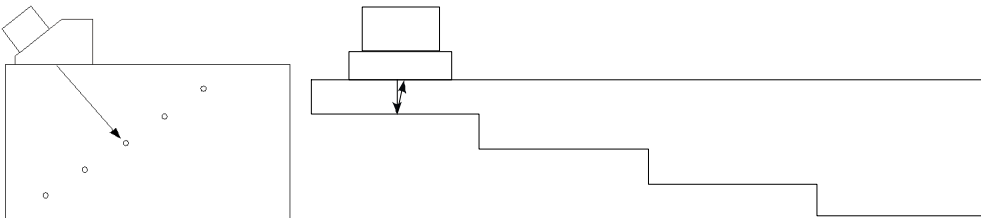

Рис. 5-20 Калибровочные образцы для калибровки кривой ВРЧ
1. Установите преобразователь на калибровочный образец, как показано на Рис. 5-20 на стр. 146.